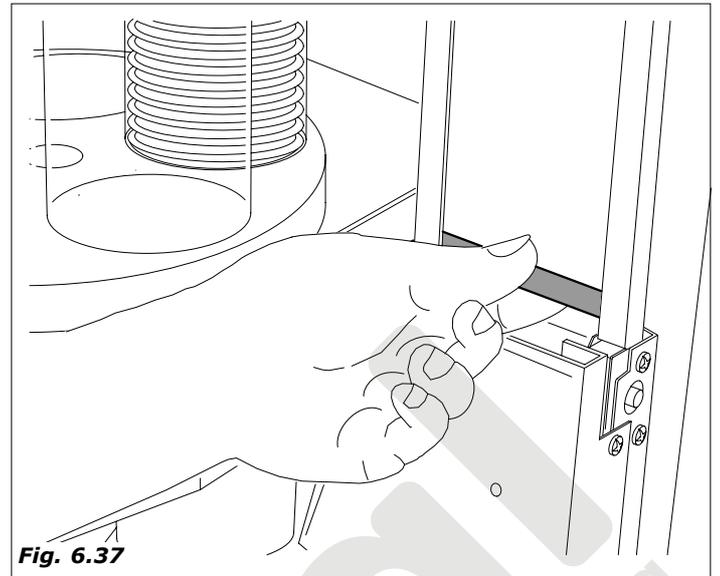

Fig. 6.37
- Quitar el peso metálico de la guía. (Fig.6.37)